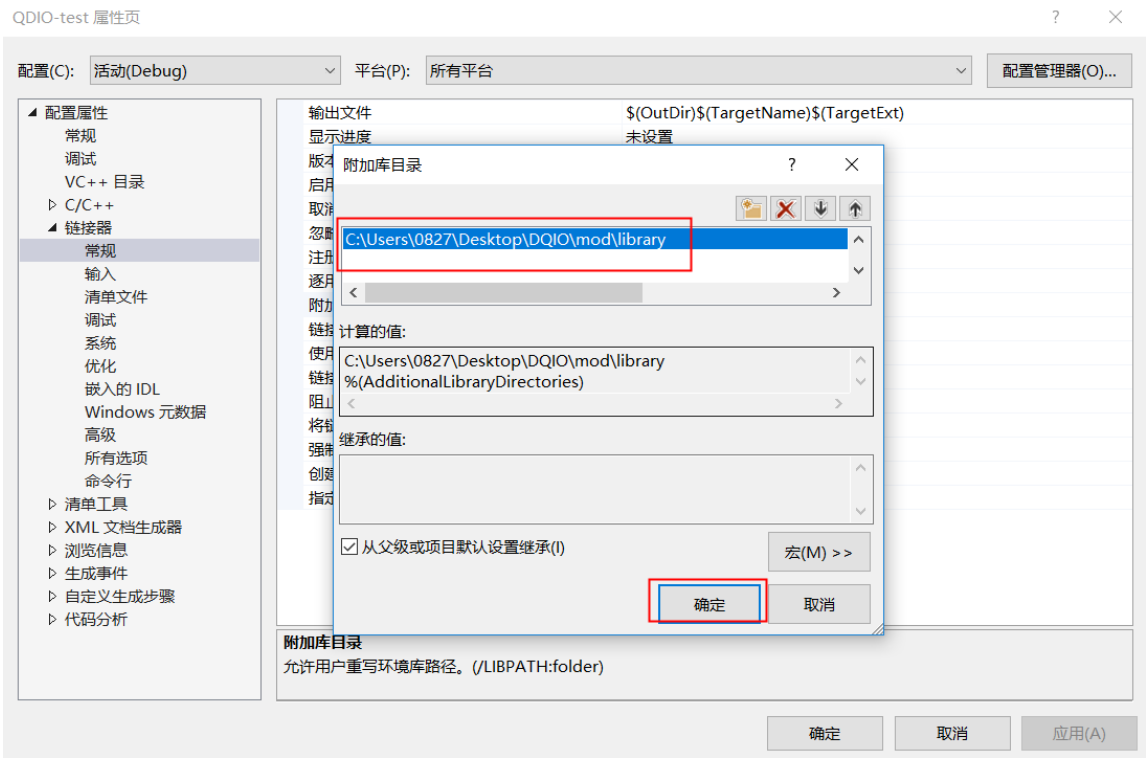

图 4-25 确认并应用库文件路径
1. 点击<确定>确认路径，选择路径后，会在附加库目录页显示已添加的路径，如图 4-25 所示。